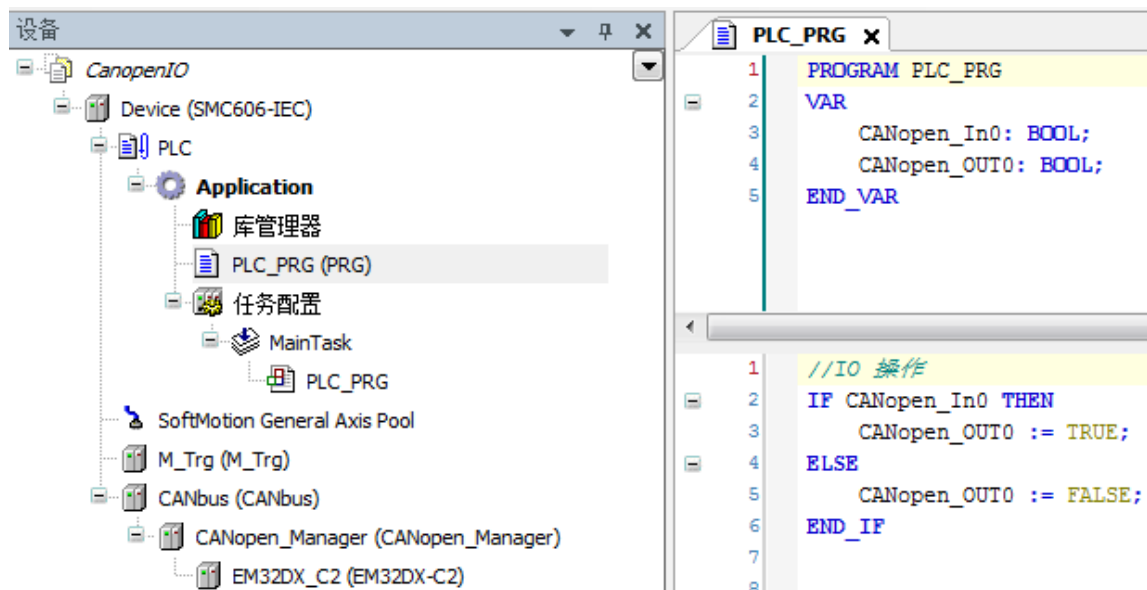

图 4.11 IO 操作代码界面
(4) 编辑程序如下:
- 编写 IO 操作代码，如下图 4.11 所示。